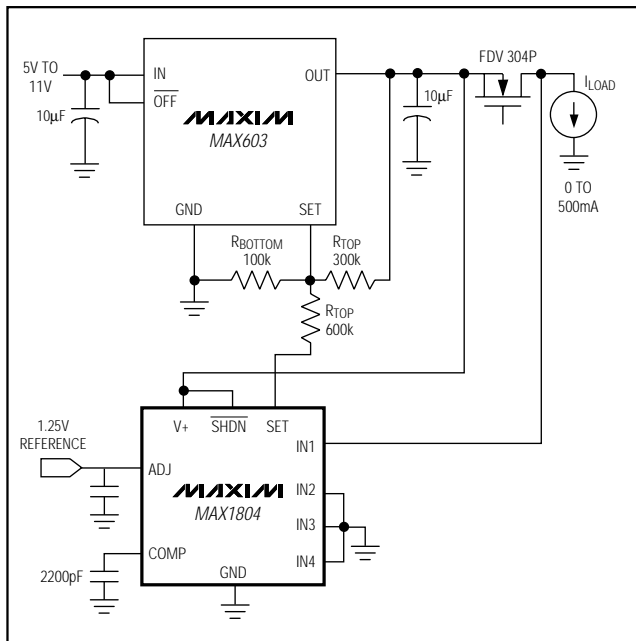

図3. リニアレギュレータを使用したMAX1804
**NOTE:** Circuit of Figure 3.